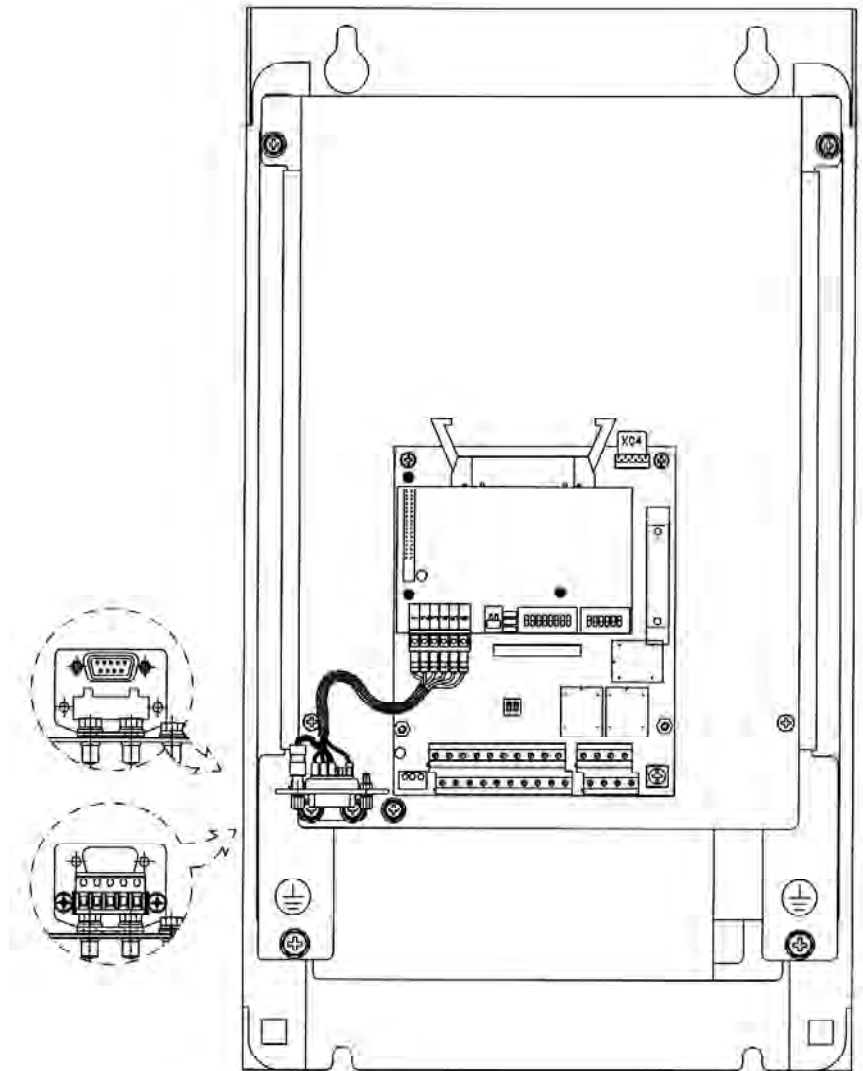

Figura 8.37 - Fijación del conector del Fieldbus
- Fijar el conjunto en la placa metálica de sustentación de la tarjeta de control (Consultar la figura 8.37).